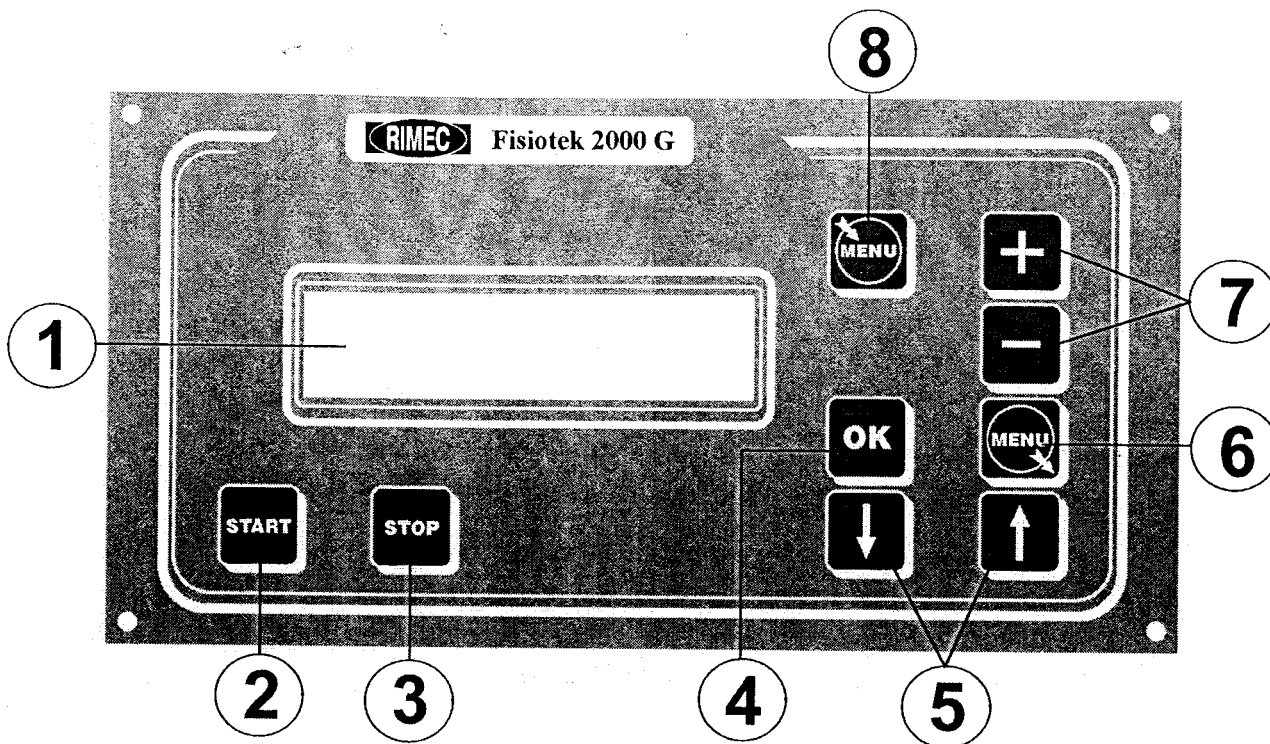

Abb.4
- Die hintere Stange (A) in der Öffnung RECHTS oder LINKS je nachdem, ob mit den rechten oder den linken Gliedmaßen des Patienten gearbeitet wird, positionieren, siehe Aufkleber (B). **ACHTUNG: die Stange muß bis zur schwarzen Anschlagbuchse (M) eingesteckt und der seitliche Griff (N) muß fest angezogen werden.**
- Durch Druck der Tasten  oder  (Abb. 4) wird der Schlitten (L) etwa auf die halbe Hublänge gebracht.
- Den Griff (D) lösen und den Wert der Länge des Oberschenkels des Patienten auf die Maßstange (C) übertragen und erneut den Griff anziehen. **ACHTUNG: der Wert 46 darf nicht überschritten werden.**
- Die Griffe (E) lösen, den schwarzen Metallschuh bis zu max. Position (F) ziehen.
- Am Griff (G) drehen, und den Metallschuh in der gewünschten Position neigen.
- Über den unteren Klettverschluß die Auflage (I) komplett lösen.
- Die Gliedmaßen des Patienten auf dem Gerät positionieren und dabei das Knie mit den Gelenken (H) ausrichten.
- Den schwarzen Metallschuh am Fuß anlegen und die Griffe (E) anziehen.
- Über den unteren Klettverschluß die Auflage (I) an der Wade des Patienten anlegen.